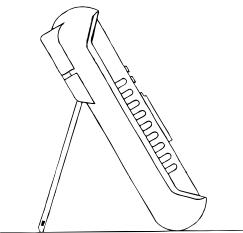

Рис. 6.3
- Использовать откидную подставку для удобства считывания результатов измерения (рис. 6.3).